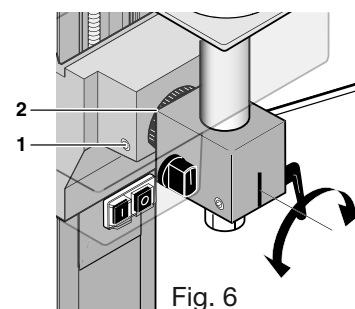

Fig. 6
4.2	Schwenken des Fräskopfes um die (Fig. 6)